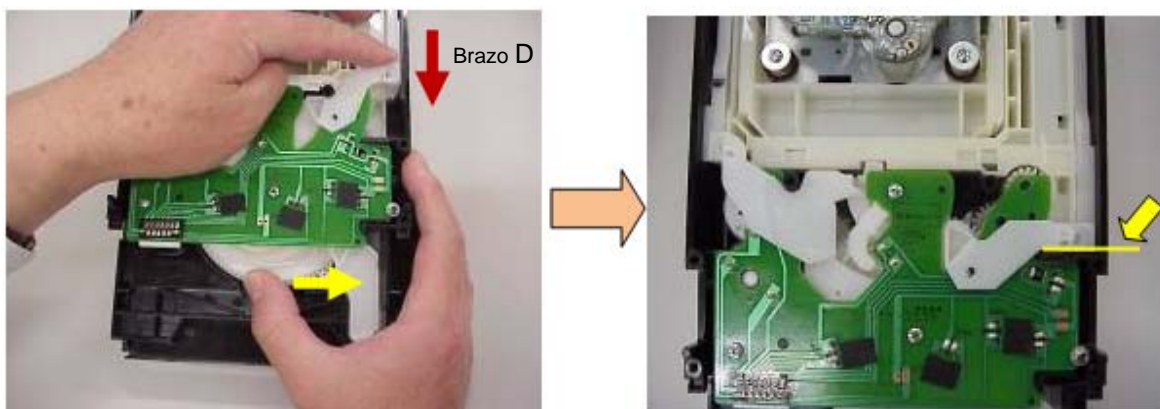

Fig. 1.16
**3.2 Mueva el brazo (D) y el deslizador**
Gire el engrane principal en sentido contrario a las manecillas del reloj. El brazo comienza a moverse hacia enfrente, mueva el deslizador junto con el brazo (D) empujándolo con su dedo. Si se gira el engrane principal en sentido contrario a las manecillas del reloj hasta el final, el brazo (D) y el deslizador se moverán a la posición indicada. (Fig. 1.16)